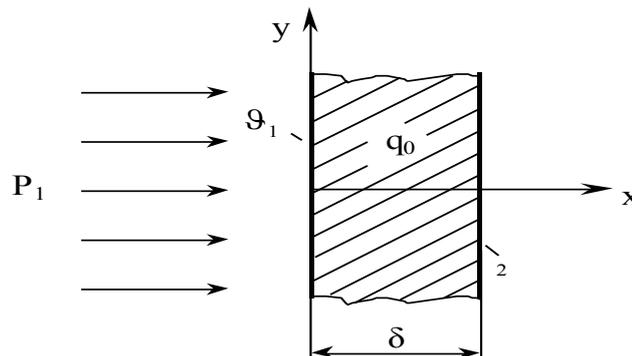

Рис. 3
1. Определить температуру плоской стенки ϑ_1 на границе с воздухом при заданных граничных условиях 1-го и 2-го рода (рис. 3)